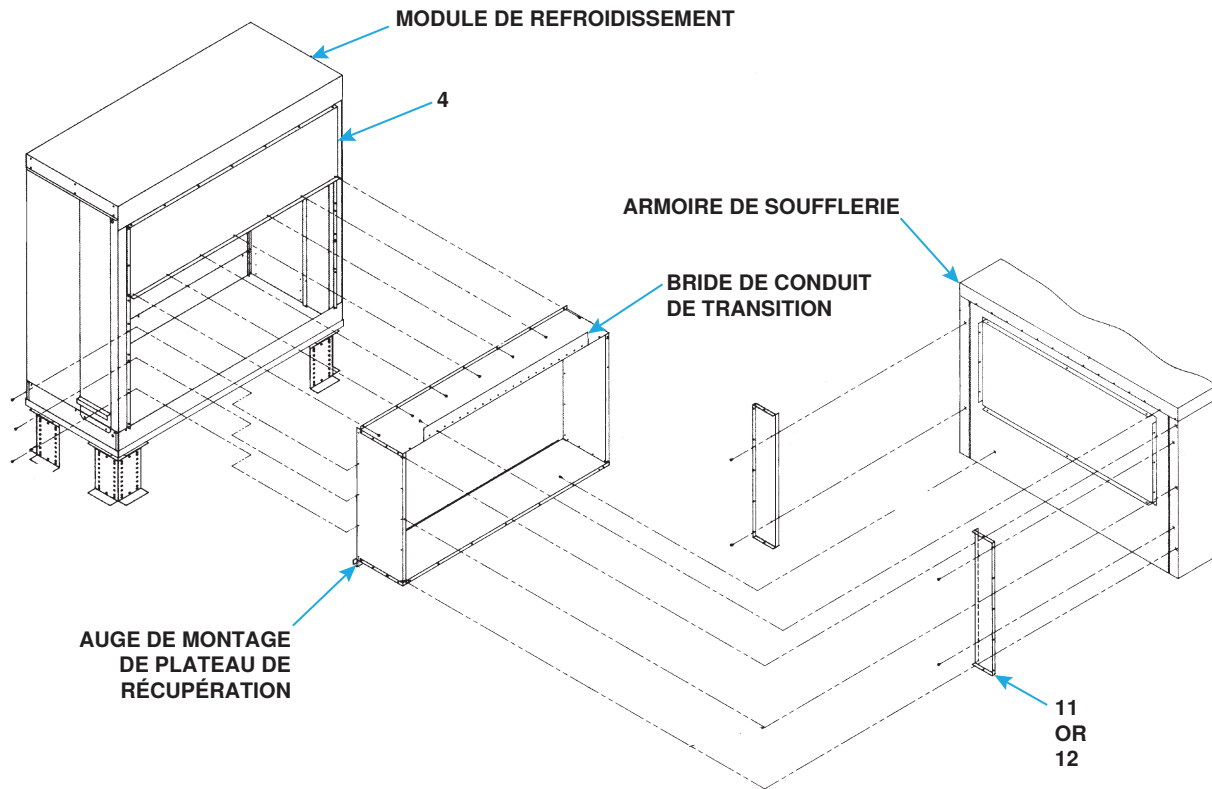

Figure 5. Module de refroidissement par évaporation, conduit de transition et armoire de soufflage
Référez-vous à la Figure 5.
- c. Guidez ensemble de plateau de récupération à travers l'entrée du module de refroidissement et placez le bas du tampon inférieur dans l'auge de montage de plateau de récupération (voir Figure 5). Faites glisser ensemble de plateau de récupération dans les deux fentes situées dans les pinces du plateau de récupération installées à l'étape 2a.
- d. Une fois les coussinets en place, faites glisser l'une des deux pinces restantes sur la couture médiane où les coussinets de capture assemblés se rencontrent. Faites glisser l'autre pince sur le cadre du plateau de récupération supérieur et fixez les deux pinces au pied du module de refroidissement à l'aide de vis (8).